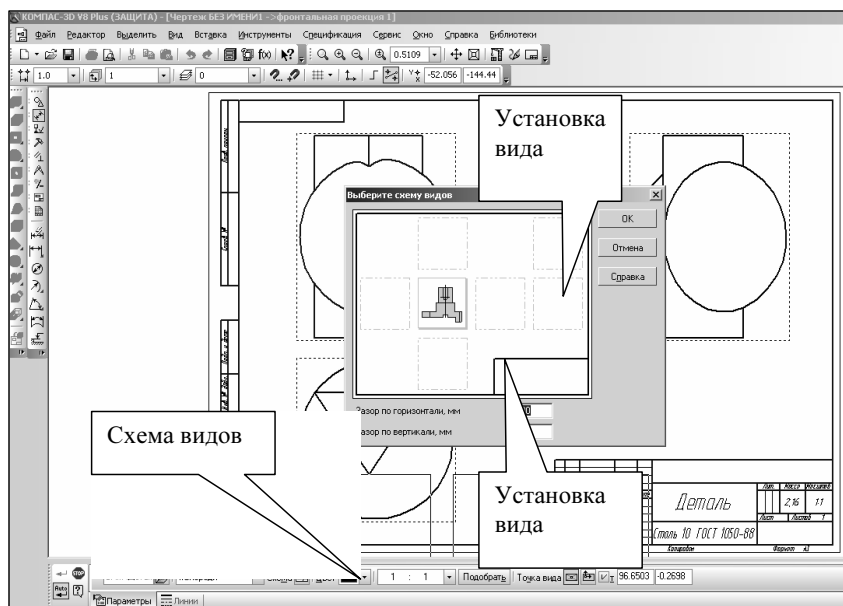

Рис. 50. Настройка видов для чертежа
2. В Панели свойств выберите «Схему видов» и щелчком ЛКМ по «Виду слева» и «Виду сверху» оставьте только вид спереди – «Главный вид» (рис. 50) (для версии LT).